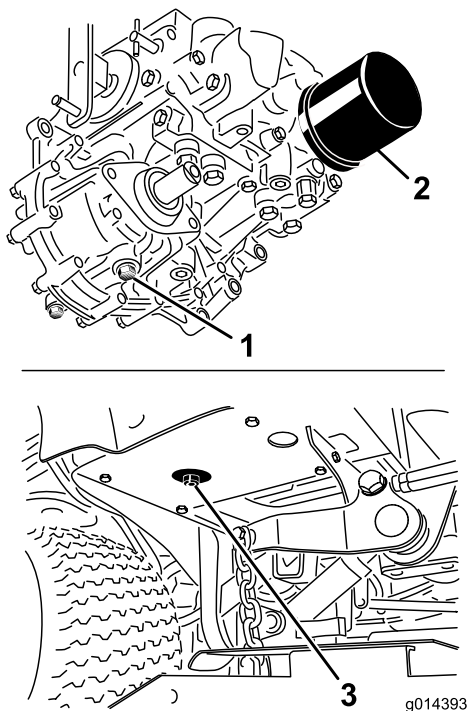

Figure 41
3. Placez un grand bac de vidange sous le réservoir hydraulique et le carter de transmission, et enlevez les bouchons pour vidanger tout le liquide hydraulique (Figure 41).
4. Nettoyez la surface autour du filtre à huile hydraulique et enlevez le filtre (Figure 41).